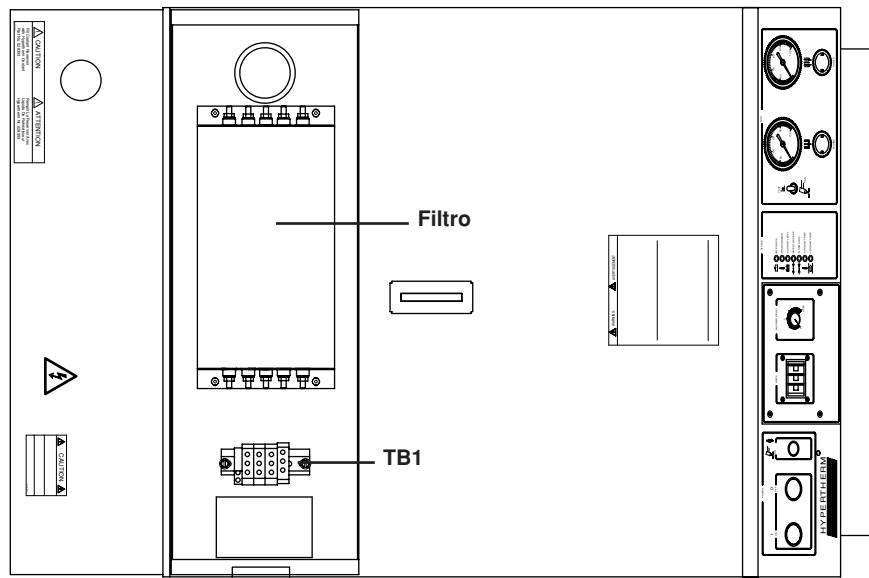

Figura a-2 Fuente de alimentación MAX200 con la cubierta del filtro EMI retirada – Vista desde arriba
2. Quite los cuatro tornillos de la cubierta del filtro y retire la cubierta para tener acceso a las conexiones de tensión de entrada TB1 (vea fig. a-2).